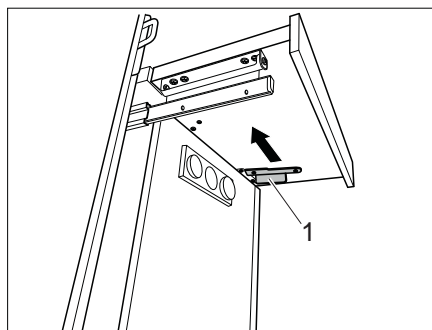

Fig. 103 Verrouiller l'élargissement
- Pousser le verrouillage (Fig. 103,1) vers l'avant. L'élargissement est sécurisé.
- Défaire le verrouillage (Fig. 103,1).